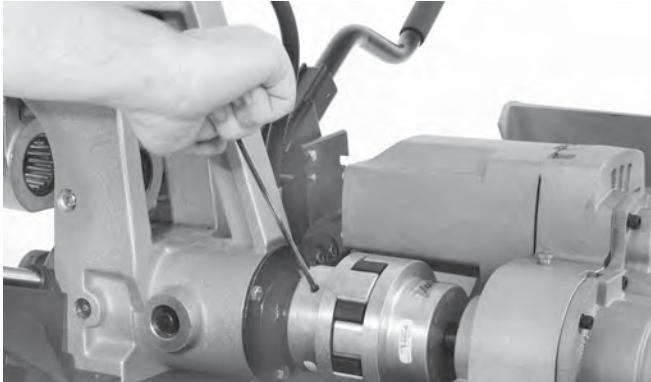

Figure 23 – Desserrer les deux vis du couplage de transmission
- Servez-vous de la clé Allen $\frac{3}{16}$ " fournie pour desserrer les deux vis de la partie avant du couplage de transmission (Figure 23).